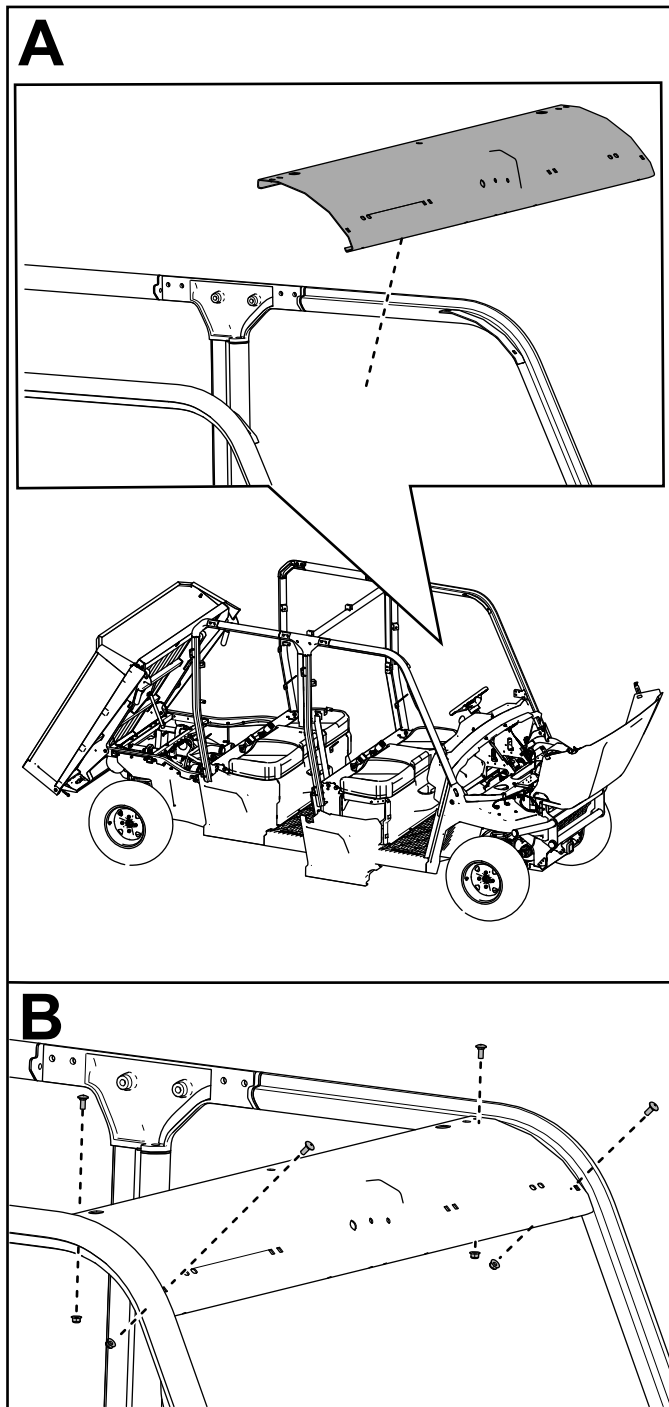

Bild 48
15. Befestigen Sie die vordere Querverbindung mit vier Schlossschrauben ($\frac{5}{16}$ " x $\frac{3}{4}$ ") und vier Sicherungsmuttern ($\frac{5}{16}$ ") an den vorderen Überrollbügeln, wie in **Bild 48** dargestellt.